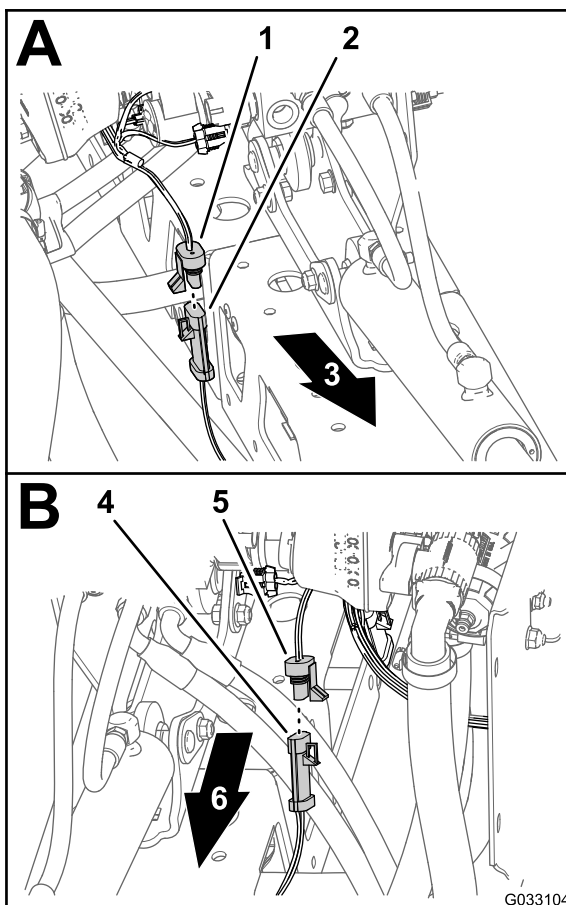

図 33
1. 右側ウルトラソニックセンサー用のケーブルの3ピンコネクタから、ソニックブームのワイヤハーネスの3ソケットコネクタを外す 図 33。
2. 左側ウルトラソニックセンサー用のケーブルの3ピンコネクタから、ソニックブームのワイヤハーネスの3ソケットコネクタを外す 図 33。